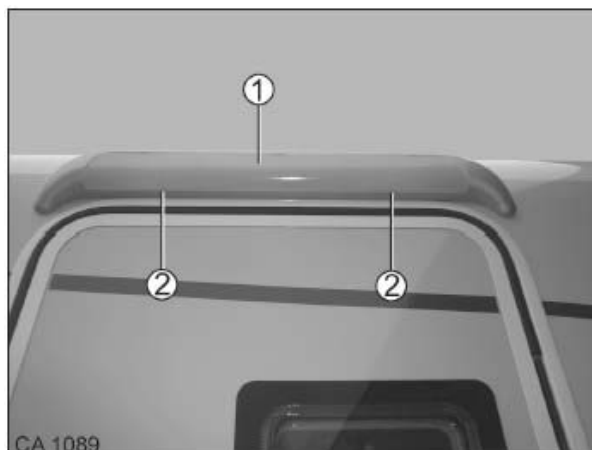

Fig. 165 Éclairage de l'auvent
1. Pour nettoyer le recouvrement : desserrer les clips (Fig. 165/2) et enlever le recouvrement (Fig. 165/1).